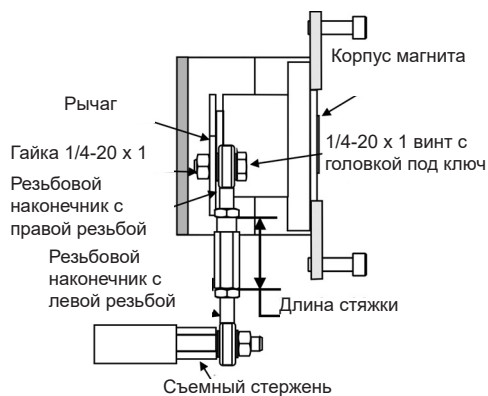

Рисунок 16 - Тяга для возвратно-поступательного механизма
- Наверните тягу для отслеживания положения на соединитель штока привода. См. Рисунок 16 на стр. 31. Убедитесь в том, что расположенный на муфте указатель хода установлен правильно.
10. Наверните стяжку на конец тяги с левой резьбой (Рисунок 16).